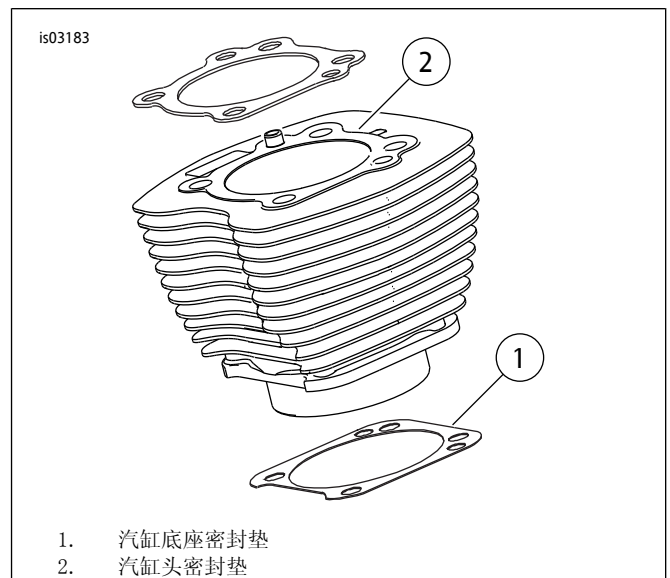

图1。汽缸密封垫
- 参见图1。103.1毫米(4.060英寸)汽缸底座密封垫(1)和汽缸头密封垫(2)无需使用O形环。切勿在汽缸销或汽缸套管上使用O形环。